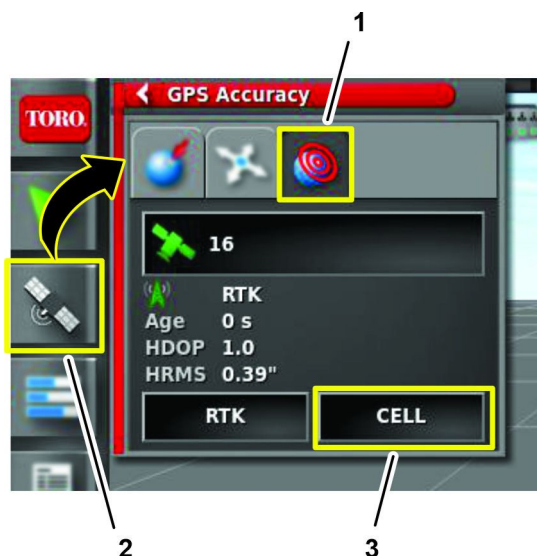

Figura 167
3. Na consola do GeoLink, pressione o ícone INFORMAÇÕES DO GPS (Figura 167).